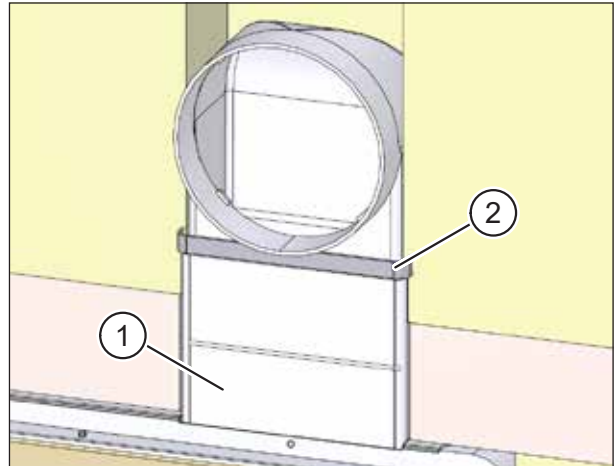

Abb. 54: Flachkanalverbindungen mit Dichtband fixieren
- ▶ Setzen Sie ein Formstück, z. B. den Flachkanal-Verbinder M-WRG-FK-V, Art.-Nr. 5591 (Pos. 1 in Abb. 54), in die Öffnung am Mauerkasten ein.
- ▶ Setzen Sie das erste Teilstück des Flachkanals in das Formstück, z. B. den Flachkanal-Verbinder M-WRG-FK-V, Art.-Nr. 5591, am Mauerkasten ein und dichten Sie die Verbindungsstelle mit Dichtband ab (Pos. 2 in Abb. 54).